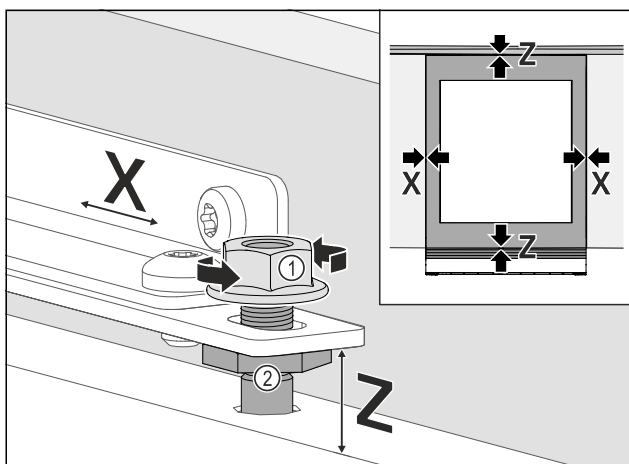

Fig. 97
- Indjuster møbeldøren i siden: Løsn kontramøtrikkerne Fig. 97 (1), forskyd møbeldøren i X-retning.
- Spænd kontramøtrikkerne Fig. 97 (1).
- Indjuster møbeldøren i højden Z og i sidehældningen: Indstil justeringsboltene Fig. 97 (2).